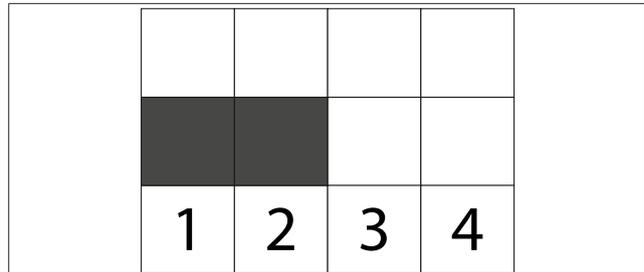

Abb. 27: Zirkulation deaktiviert
**i** Werkseitig ist die Zirkulationsfunktion deaktiviert (siehe Abb. 27 auf Seite 32).